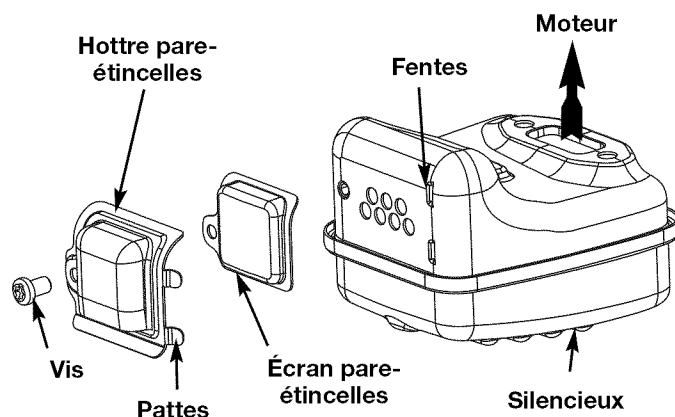

Fig. 41
2. Situez le pot d'échappement sans le retirer. Trouvez le vis sur la partie inférieure du pot d'échappement (Fig. 41.) Retirez le vis en vous servant soit d'un tournevis torx #20 ou d'un tournevis plat.